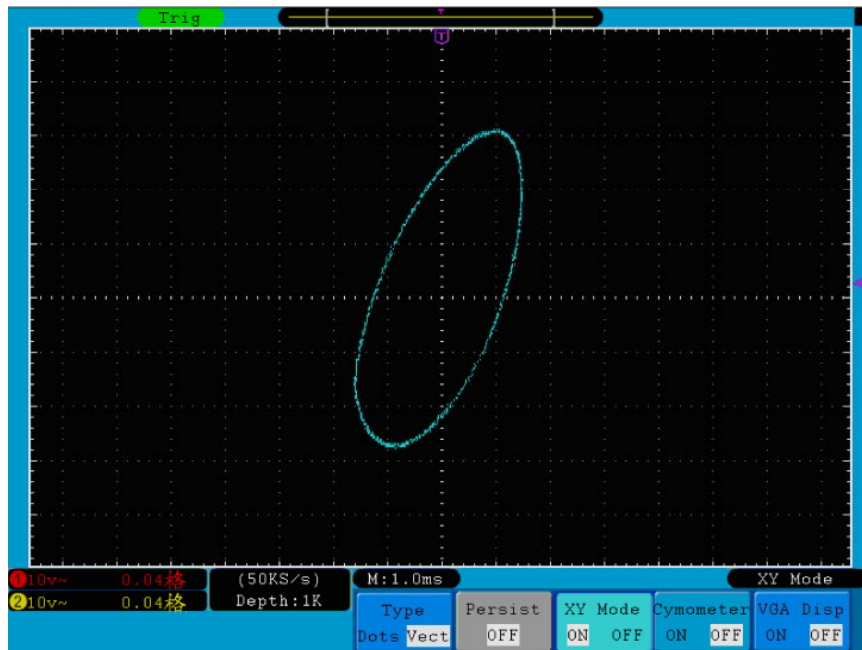

Abb. 46 Anzeigeformat XY
2. Drücken Sie die Menüauswahltaste **H3** und wählen Sie XY bei Format. Das Anzeigeformat wechselt in den XY-Modus (siehe **Abb. 46**).